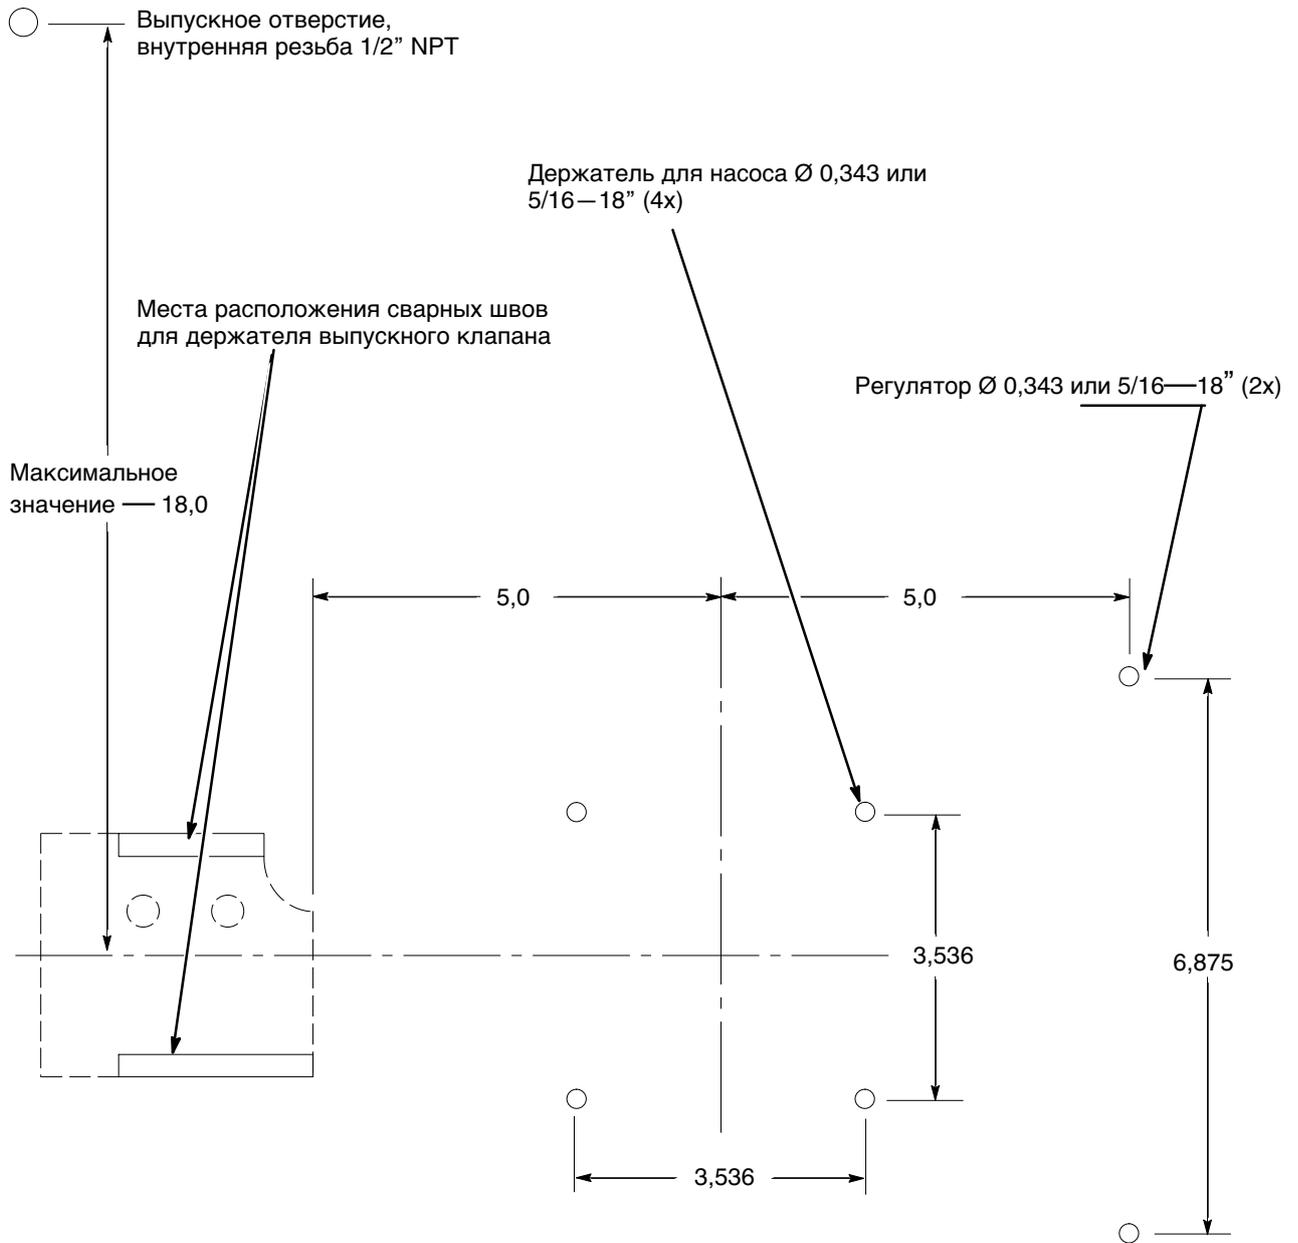

Рис. 5
1. Приварите держатель (см. рис. 5) на место согласно рекомендуемой схеме установки выпускного клапана. При желании держатель можно покрасить.